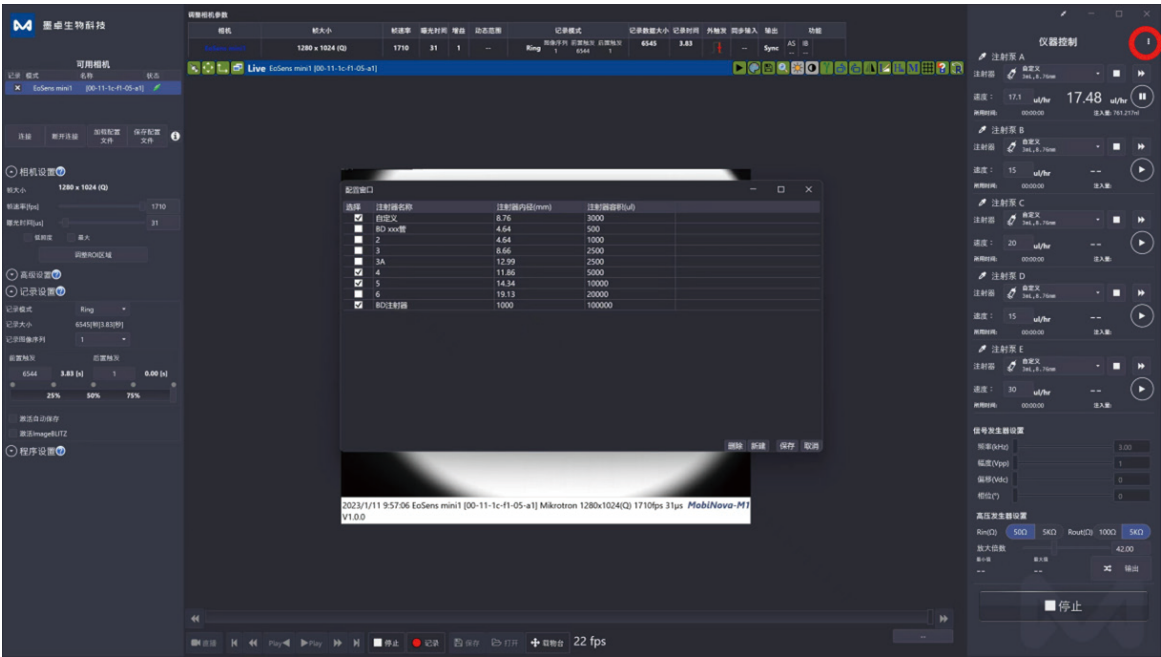

图 6：软件注射泵型号选择示意图
- 3.8** 在控制面板上选择注射器型号, 通常注射器型号为 8.66 mm 或 8.76 mm, 自定义状态下可直接填写注射泵内径(图 6)。